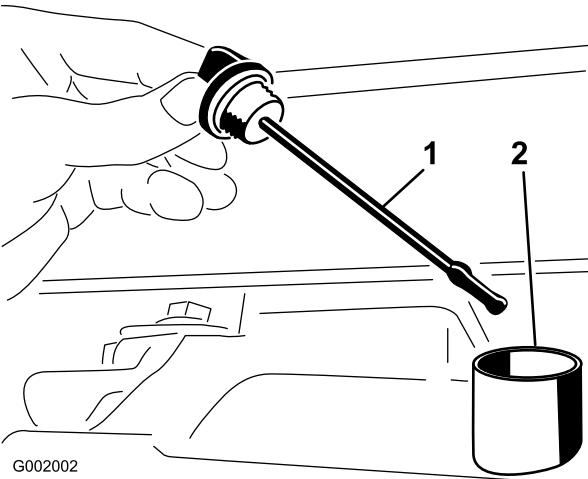

Figura 66
- Retire a vareta da transmissão e limpe-a com um pano limpo (Figura 66).